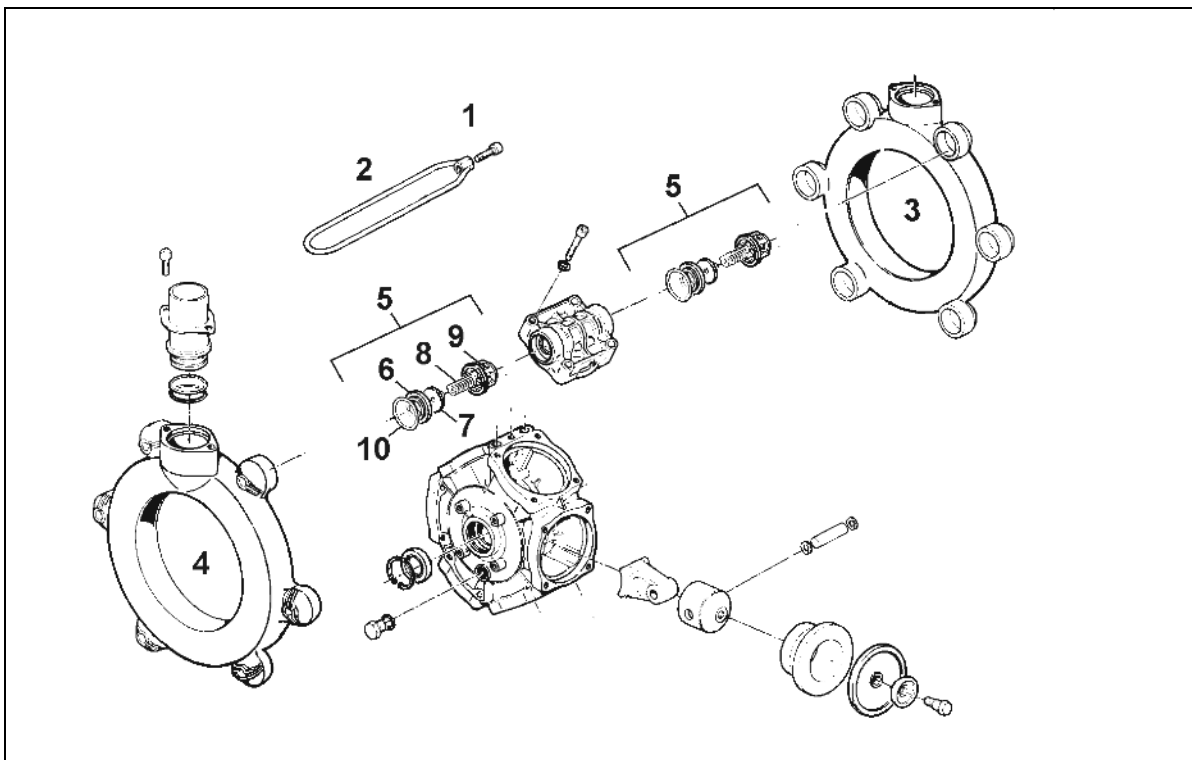

Fig. 173
- Preste atenção à respetiva posição de montagem das válvulas do lado de aspiração e de pressão, antes de retirar os grupos de válvulas (Fig. 173/5).
- Ao montar, preste atenção para não danificar a guia da válvula (Fig. 173/9). Danificações podem dar origem ao bloqueio das válvulas.
- É absolutamente necessário apertar os parafusos (Fig. 173/1) em cruz, com o binário indicado. Um aperto incorreto dos parafusos dá origem a deformações e, deste modo, a fugas.
2. Soltar os parafusos (Fig. 173/1) e retirar os esticadores (Fig. 173/2).
3. Retirar o canal de aspiração e de pressão (Fig. 173/3 e Fig. 173/4).
4. Retirar os grupos de válvulas (Fig. 173/5).
5. Verificar o assento da válvula (Fig. 173/6), a válvula (Fig. 173/7), a mola da válvula (Fig. 173/8) e a guia da válvula (Fig. 173/9) quanto a danificações ou desgaste.
6. Retirar a junta circular (Fig. 173/10).
8. Montar os grupos das válvulas (Fig. 173/5) após verificação e limpeza.
9. Aplicar as juntas circulares novas (Fig. 173/10).
10. Ligar o canal de aspiração (Fig. 173/3) e de pressão (Fig. 173/4) por flange à carcaça da bomba e montar o esticador (Fig. 173/2).
11. Aperte os parafusos (Fig. 173/1) em cruz com um binário de aperto de **11 Nm**.